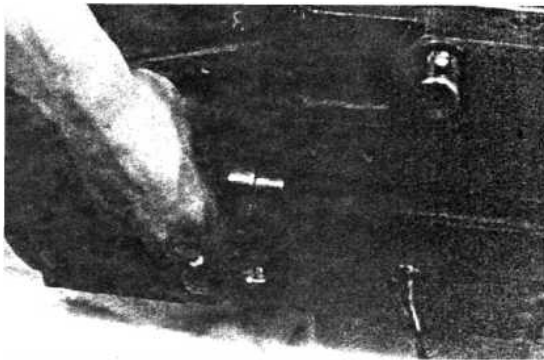
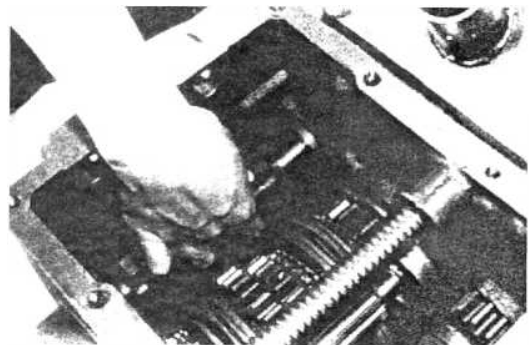

Рис. 3-23
Рис. 3-24
(3) Установите рычаг вала (рис. 3-23). При этом обратите внимание на положение рычага переключения передач (рис. 3-24).